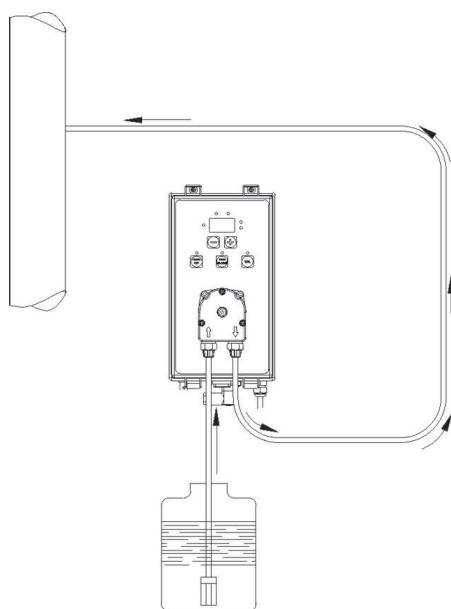

Рис. 3
c. – Расположите насос, как показано на рис. 3, учитывая, что его можно устанавливать, как выше, так и ниже уровня дозируемой жидкости, при этом перепад уровней не должен превышать 2-х метров. Не устанавливайте насос над емкостью с химическими препаратами, выделяющими большое количество паров, за исключением случаев, когда емкость герметично закупорена.